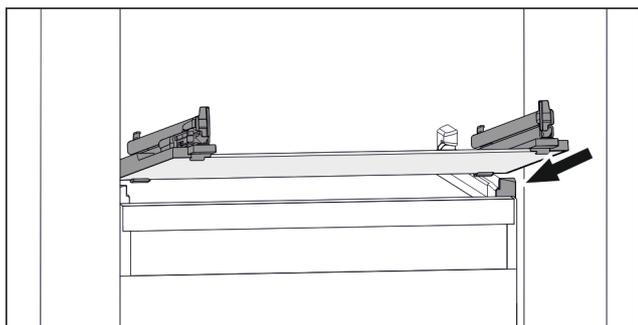

Fig. 167 Representación de la placa de vidrio a modo de ejemplo
- ▶ Coloque la placa de vidrio inclinada detrás de los topes. (consulte Fig. 167)